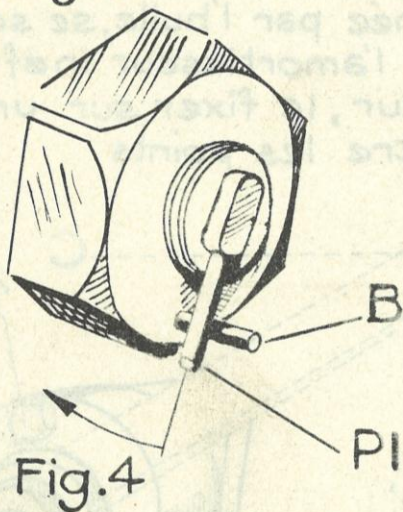

Fig. 4
Si le temps de 8-10" n'est pas obtenu lorsque la pointe indicatrice PI bute contre la butée B, on peut alors démonter la pointe (PI) tourner le piston central (P) jusqu'à passer la butée (B) (voir fig. 4) puis replacer la pointe (PI) et continuer le réglage jusqu'à obtenir le temps 8-10".